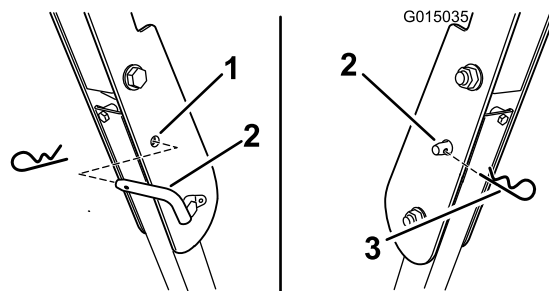

Figura 3
3. Montate i perni di bloccaggio. Fissate i perni inserendo la coppiglia a forcina (Figura 3).
4. Per abbassare il roll bar rimuovete la coppiglia e la spina di bloccaggio (Figura 3).